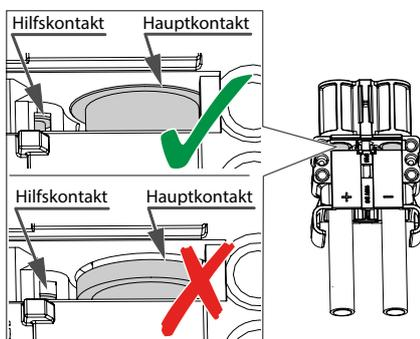

Abb. 48:
- Darauf achten, dass die Hauptkontakte und die Hilfskontakte (falls diese zur Anwendung kommen) korrekt in den Führungen im Gehäuse positioniert sind (Abb. 48).